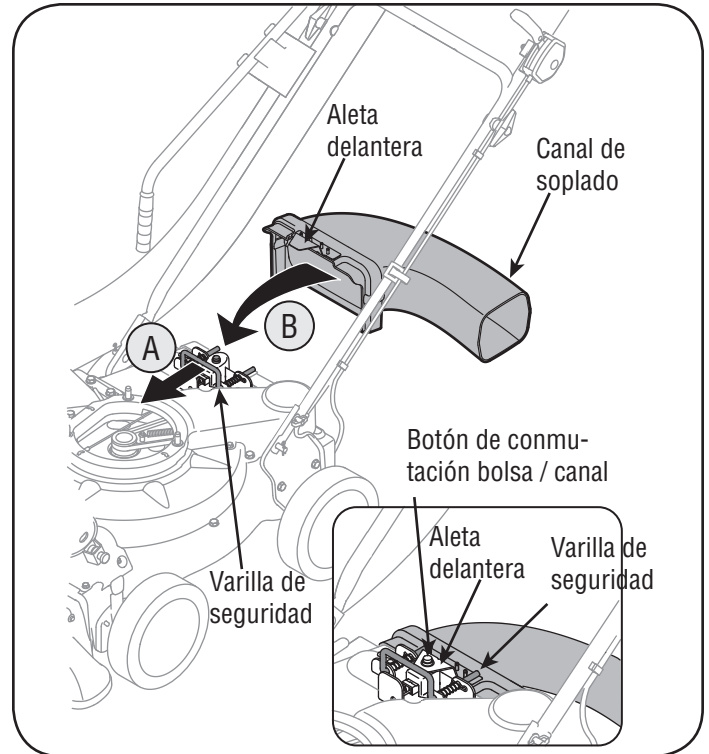

Figura 8
8. a. Tome el canal de soplado con una mano y deslice la varilla de seguridad del soporte de montaje hacia el motor con la otra mano. Use el extremo del soporte de montaje como palanca cuando deslice la varilla de seguridad. Vea la figura 8.